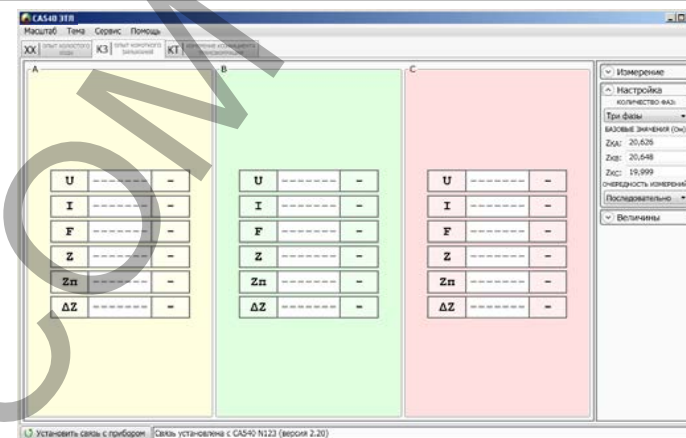

Рисунок 7.15
4) Перейти на вкладку , для чего щелкнуть по ней. Развернуть поле "Настройка", для чего щелкнуть по кнопке  (рисунок 7.15).
5) Установить количество фаз проверяемого трансформатора, для чего щелкнуть по кнопке в подразделе "Количество фаз" в поле "Настройка" (рисунок 7.15) и из выпадающего списка выбрать, например, "Три фазы".
6) Ввести базовые значения сопротивления короткого замыкания $Z_{ка}$, $Z_{кб}$, $Z_{кв}$ или значения, полученные при проведении предыдущего опыта короткого замыкания (далее – КЗ), для чего, предварительно щелкнув в соответствующей строке поля "Базовые значения, Ом" (рисунок 7.15), ввести значения Z_k с помощью клавиатуры.
7) Выбрать один из вариантов порядка проведения измерений: "Последовательно" (при этом сначала будут выполнены все N-измерений для фазы А, затем N-измерений для фазы В и потом фазы С, причем N – количество накапливаемых измерений) или "Параллельно" (при этом все N-измерений будут выполняться одновременно для всех фаз), для чего щелкнуть по кнопке в подразделе "Очередность измерений" в поле "Настройка" и из выпадающего списка выбрать нужный вариант (рисунок 7.15).
8) Свернуть поле "Настройка", для чего щелкнуть по кнопке  (рисунок 7.15).